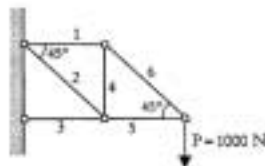

Figura 1.
**PROBLEMA 1.-** Obtener los esfuerzos normales en cada una de las 6 barras de la estructura articulada de la figura 1: